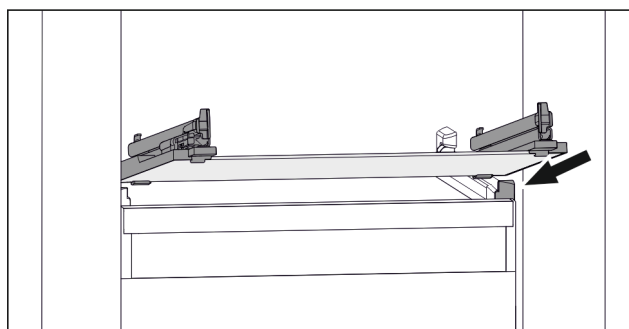

Fig. 110 Примерно изображение на стъклената плоча
- Поставете стъклената плоча под ъгъл зад ограничителите. (виж Fig. 110)